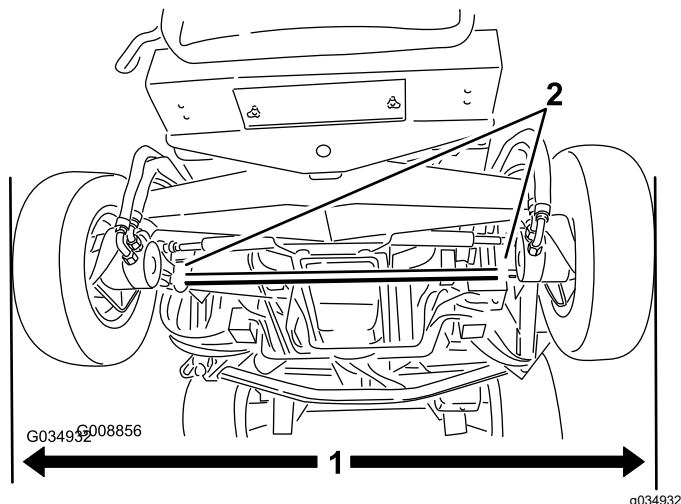

Figure 84
1. Placez les roues en position ligne droite, puis mesurez la distance extérieure (à hauteur d'essieu) à l'avant et à l'arrière des roues directrices (Figure 84).
2. Pour régler le pincement, desserrez les fixations aux deux extrémités des biellettes (Figure 84).